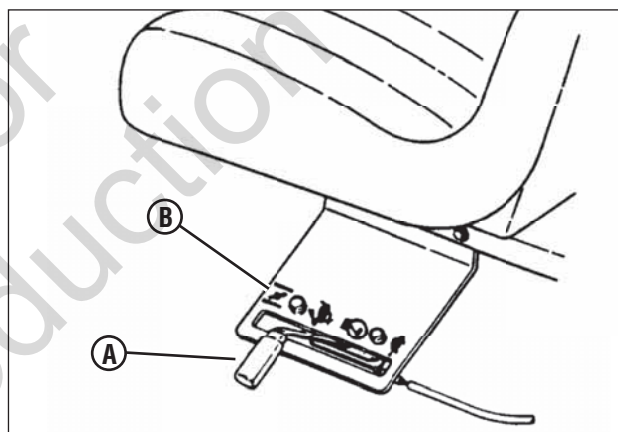

Figura 6: Controle de velocidade do motor
5. Mova o controle de velocidade do motor (A, Figura 6) para a posição de afogar (B) para dar a partida no motor frio.
- Mova o controle de velocidade do motor (A, Figura 6) para a posição de afogar (B) para dar a partida no motor frio.